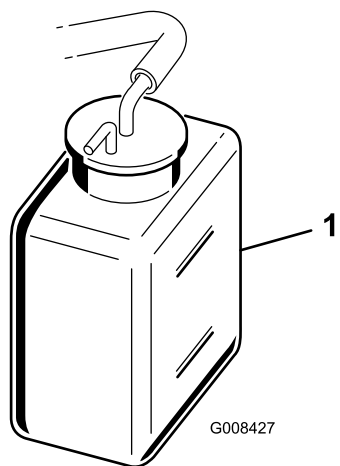

Figure 31
2. Vérifiez le niveau du liquide de refroidissement (Figure 31). Il doit se situer entre les deux traits du vase d'expansion quand le moteur est froid.